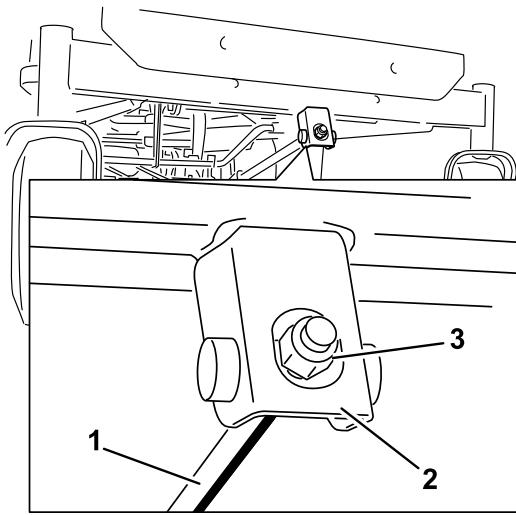

Figura 64
- Para ajustar a inclinação da lâmina da frente para trás, rode a porca de ajuste na parte da frente do cortador (Figura 64).